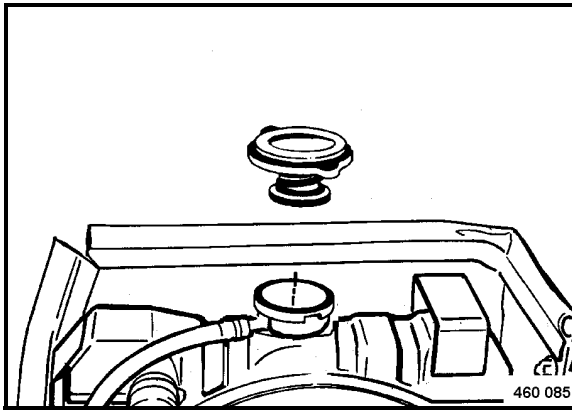

Fig. 161
- Remove the radiator cap (Fig. 161).